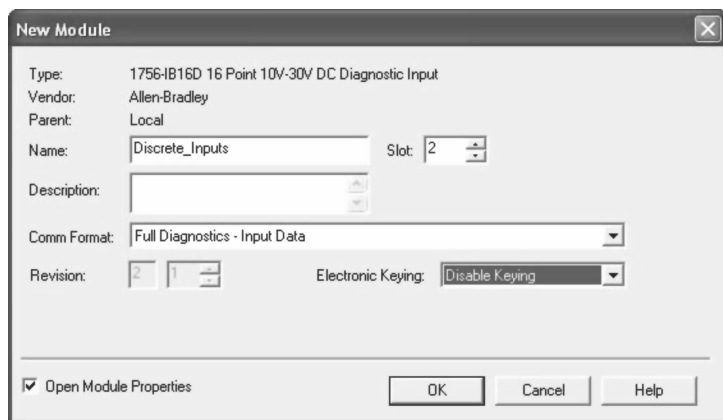

图 2-4 打开的数字量模块属性窗口
6. 输入“名称”（Name）、“插槽”（Slot）和“电子匹配”（Electronic Keying）参数，如图 2-4 所示。保留所有其他字段的默认值。